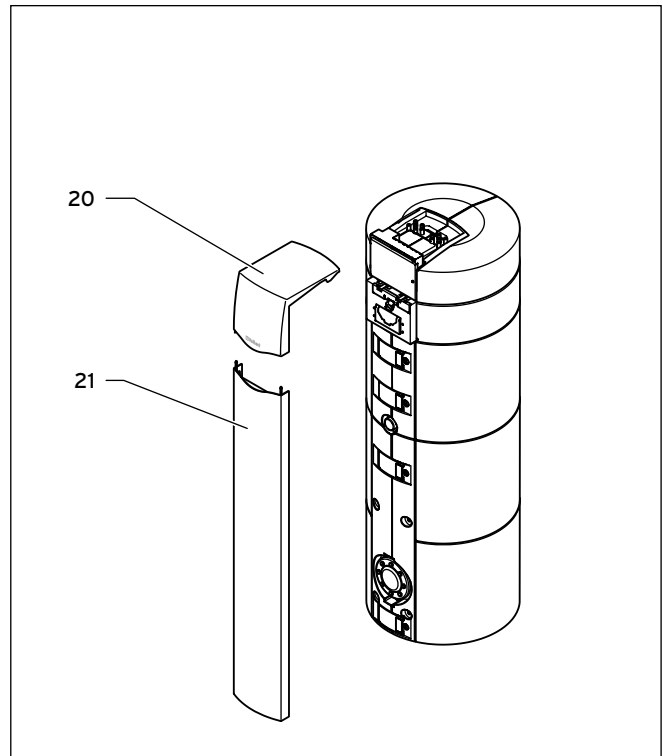

Fig. 5.14 Placering af blændedele
- Se ledningsdiagrammet i fig. 5.14.